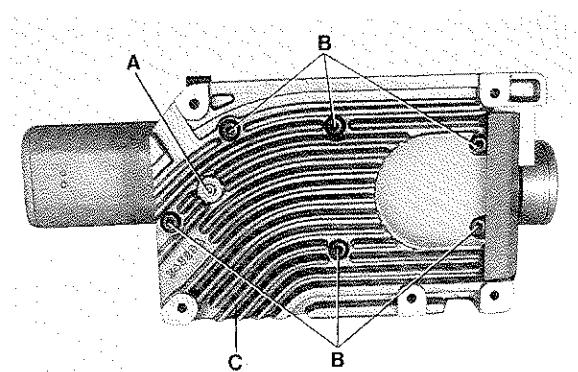
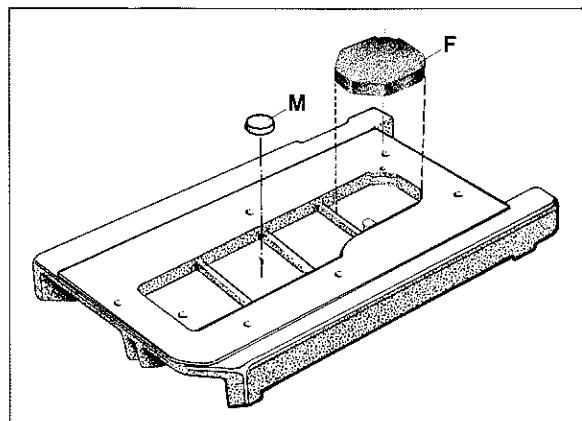

Fig.6
Fig.7
1. Drain the oil at plug screw (A, Fig. 6) in the bottom cover of the machine.
2. Unscrew the six screws (B, Fig. 6) for the bottom cover (C) and remove bottom cover and gasket.
3. Remove the magnet (M, Fig. 7), which accumulates metallic foreign materials, from the second oil sump chamber from the left in the bottom cover and clean it.
4. Remove the filter (F, Fig. 7) from the right oil sump chamber in the bottom cover and clean it in petroleum, or replace it by a new one (part No. 999-254 J).
6. Insert plug screw (A, Fig. 6) in the bottom cover, place the magnet (M, Fig. 7) in the second from the left and the filter (F, Fig. 7) in the right oil sump chamber.
7. Remount bottom cover with gasket. Make sure that the surfaces on machine bed and bottom cover for the gasket are absolutely clean! Torque the six screws (B, Fig. 6) carefully to 22,6 - 23,1 Nm (200 - 205 in.lbs.).
1. Lassen Sie das Öl an der Verschlußschraube (A, Fig. 6) in der Grundplatte der Maschine ab.
2. Entfernen Sie die sechs Befestigungsschrauben (B, Fig. 6) für die Grundplatte (C) und nehmen Sie Grundplatte und Dichtung ab.
3. Nehmen Sie den Magneten (M, Fig. 7), der die Aufgabe hat, metallische Fremdkörper anzu ziehen, aus der zweiten Ölsumpfkammer von links in der Grundplatte und reinigen Sie ihn.
4. Nehmen Sie den Filter (F, Fig. 7) aus der rechten Ölsumpfkammer der Grundplatte und reinigen Sie ihn in Petroleum, oder verwenden Sie einen neuen Filter (Teil Nr. 999-254 J).
6. Drehen Sie die Verschlußschraube (A, Fig. 6) in die Grundplatte, legen Sie den Magneten (M, Fig. 7) in die zweite von links und den Filter (F, Fig. 7) in die rechte Ölsumpfkammer.
7. Montieren Sie die Grundplatte mit Dichtung wieder. Beachten Sie, daß die Auflageflächen für die Dichtung, am Gehäuse und an der Grundplatte, absolut sauber sein müssen! Ziehen Sie die sechs Befestigungsschrauben (B, Fig. 6) mit einem Drehmoment von 22,6 bis 23,1 Nm sorgfältig an.